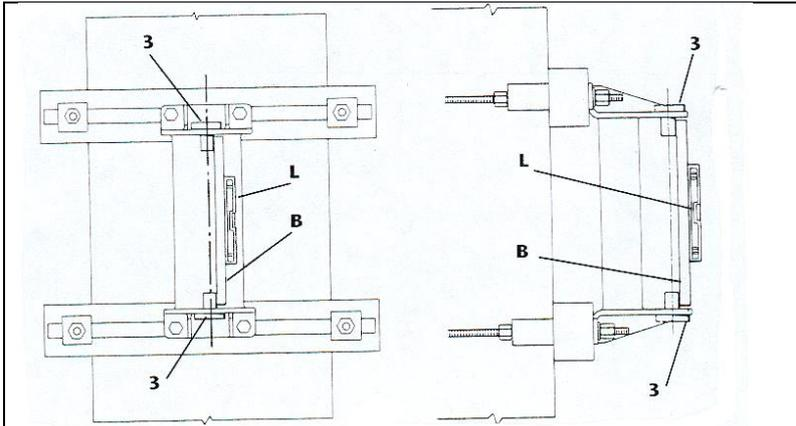

fig. 40
- c. Verificare la verticalità dell'asse di rotazione, utilizzando per questa operazione una livella **L** ed una barra **B** che dovrà essere appoggiata direttamente sui perni di rotazione **3** (fig. 40).